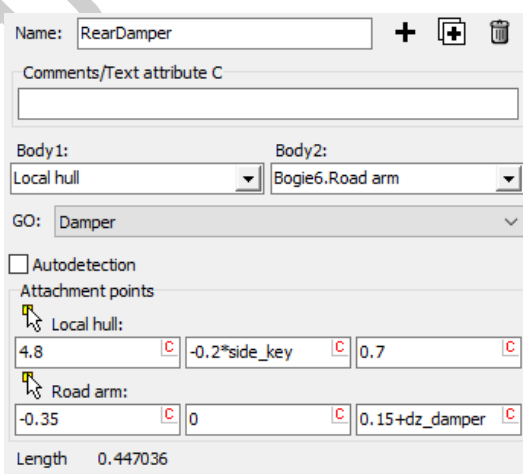

图 1.22
5. 在左侧模型树选中 **Bipolar forces | BFcDamper**，到右侧交互界面重命名为 **Rear damper**，选择 **Local hull** 为 **Body1**，**Bogie6** 子系统里的 **Road arm** 为 **Body2**，并设置两端连接点坐标，如图 1.22 所示。